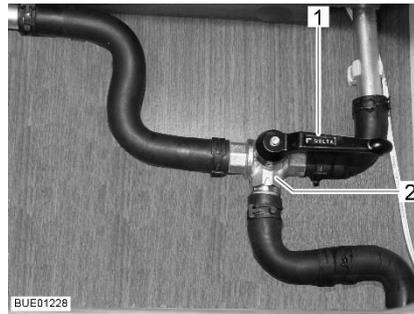

Fig. 141 Vanne à 3 voies
- Positionner le levier (Fig. 141,1) de la vanne à 3 voies (Fig. 141,2) parallèlement au sens du débit linéaire (Fig. 141).
- Positionner le levier (Fig. 141,1) de la vanne à 3 voies (Fig. 141,2) perpendiculairement au sens du débit linéaire.